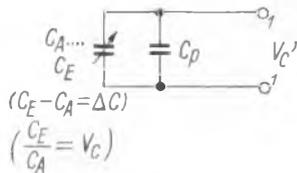

Bild 2. Bandspreizung durch Parallelkapazität zum Drehkondensator
Die Schaltung zeigt Bild 2.
- $V_C' =$  Kapazitäts-Variationsverhältnis der Gesamtschaltung (an den Klemmen 1,1 in Bild 2),